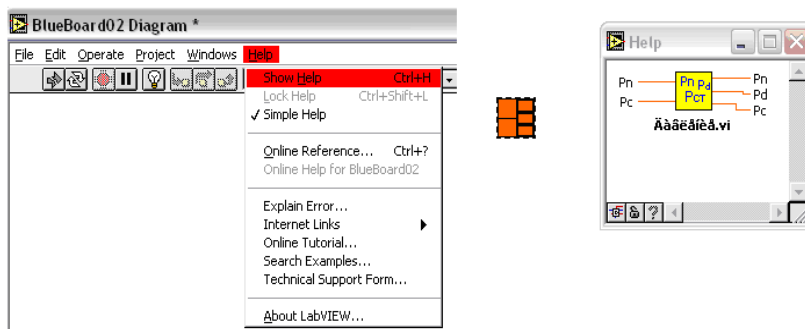

Рисунок 3.13 - Выбор входные и выходные параметры через окно «помощь»
11. Чтобы узнать входные и выходные параметры вызвать “Help” («помощь») (рисунок 3.13). Выбрав объект СубВП, в окно «помощь» показываются входные и выходные (рисунок 3.13)